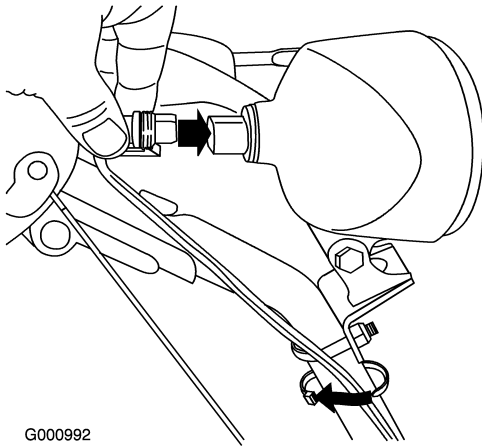

Figure 12
1. Insérez le connecteur à l'extrémité libre du fil directement à l'arrière du phare et fixez-le en position (Figure 12).
Remarque: Vérifiez que le clip en plastique du connecteur se trouve en bas (Figure 12).
2. Attachez un serre-câble (fourni dans le sachet de pièces détachées) autour du câble et du bras du guidon, environ 2,5 cm (1 pouce) en dessous de l'étrier fileté (Figure 12).